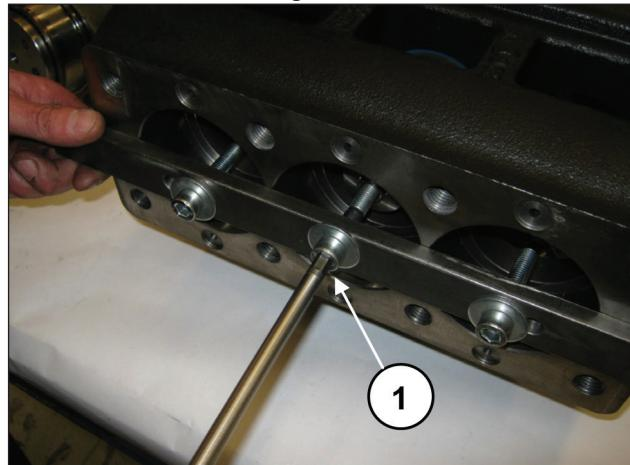
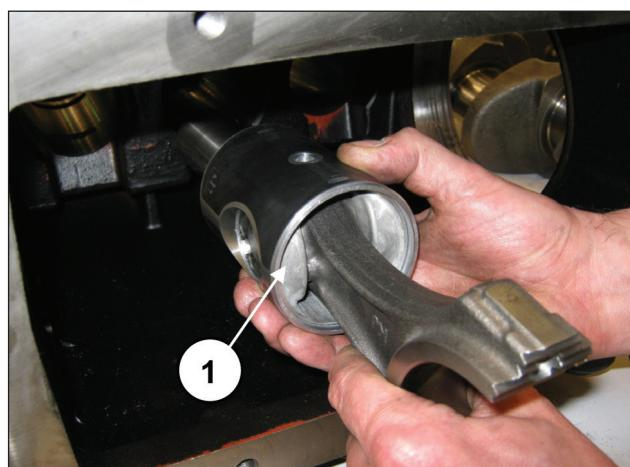

Abb. 32
Abb. 33
Drehen Sie die Schrauben des Werkzeugs Art. 27566200 zum Lösen der Pleuelstangen ab (Pos. ①, Abb. 32) und ziehen Sie anschließend die Baugruppe Pleuelstange-Kolbenführung von der hinteren Gehäuseöffnung heraus (Pos. ①, Abb. 33).
Entfernen Sie das Werkzeug zur Sicherung der Pleuelstangen Art. 27566200 (Pos. ①, Abb. 32).